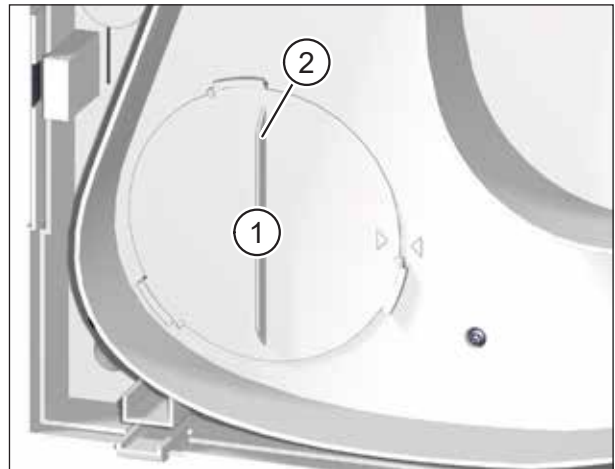

Abb. 21: Außenluftfilter entfernen
- ▶ Drehen Sie den Filterdeckel (Pos. 1 in Abb. 21) an der Griffleiste (Pos. 2 in Abb. 21) gegen den Uhrzeigersinn, bis sich der Filterdeckel aus den Halterungen gelöst hat.
- ▶ Kontrollieren Sie die Position des Filterdeckels. Die Griffleiste muss senkrecht stehen und der Pfeil auf dem Filterdeckel muss mit dem Pfeil der Arretierposition fluchten (siehe Abb. 21 auf Seite 38).